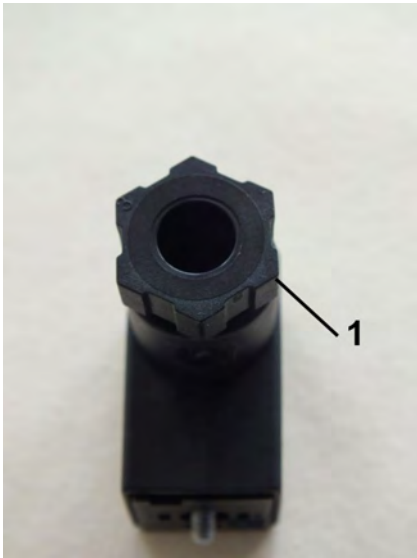

Abb. 25: Verschraubung lösen
4. ➔ Lösen Sie die Verschraubung (Abb. 25/1) durch drehen nach links
8. ➔ Ziehen Sie die Verschraubung (Abb. 25/1) durch Drehen nach rechts wieder an